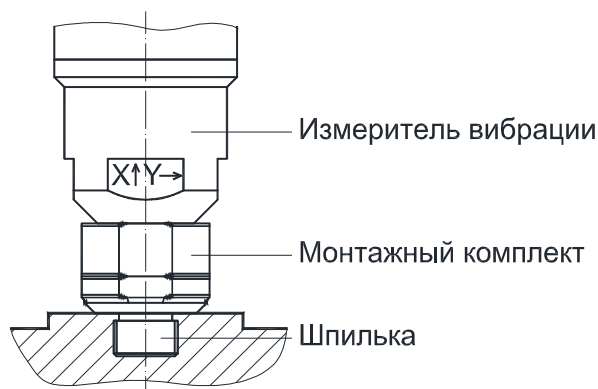

Рисунок 2
- Выкрутить шпильку из вибропреобразователя (см.рис.2)